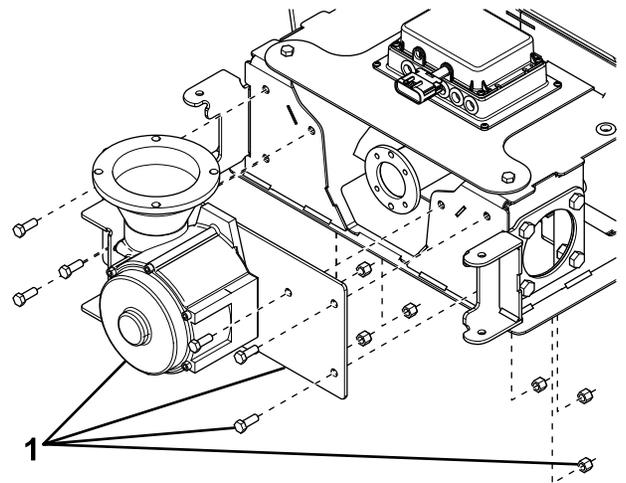

Figure 4
- Retirez et mettez au rebut les 6 boulons et contre-écrous qui fixent la plaque de montage du boîtier d'engrenages à l'ensemble vis (Figure 4). Mettez au rebut la plaque de montage, le boîtier d'engrenages et l'accouplement.